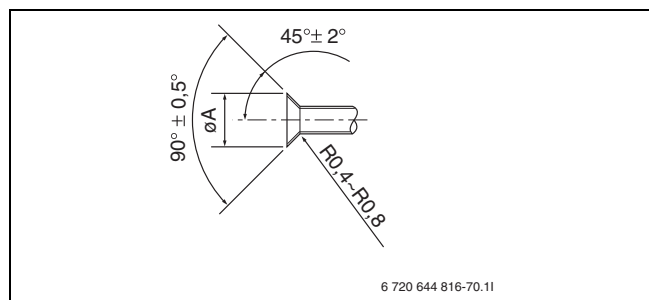

Bild 19 Flanschwinkel, Kältemittelrohr
- Das Rohr bördeln (→ Bild 19 und Tabelle 4).